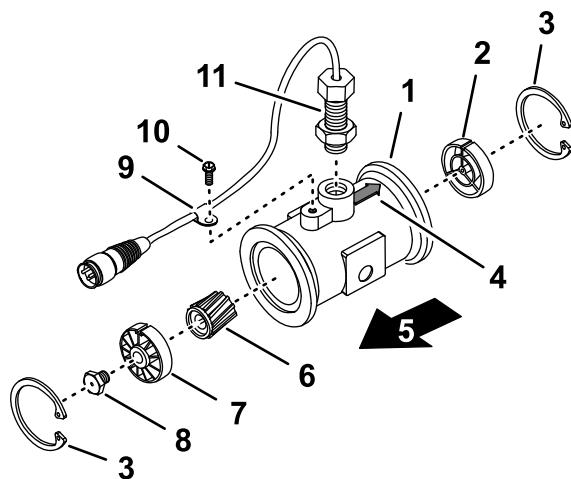

Figura 111
3. Retire o anel de retenção do lado superior (Figura 111).